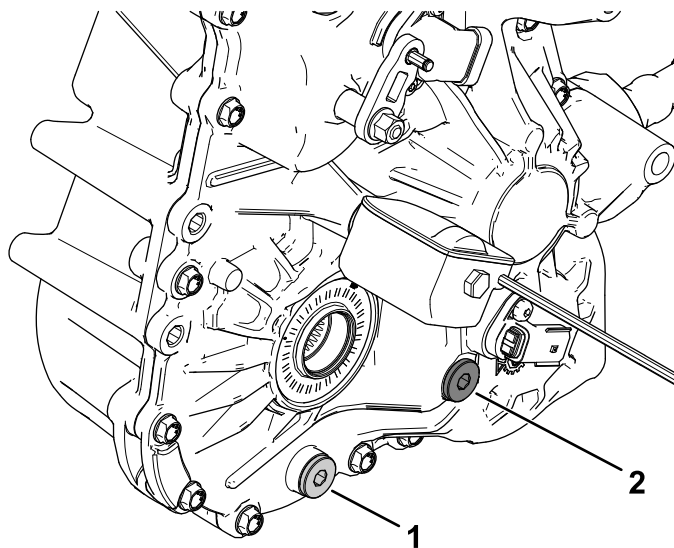

Figure 52
4. Enlevez le bouchon de remplissage de la boîte-pont (Figure 52).
5. Si le niveau de liquide est trop bas, enlevez le bouchon de remplissage et ajoutez le liquide spécifié jusqu'à ce qu'il ressorte par l'orifice (Figure 52).
1. Placez un bac de vidange sous le bouchon de vidange (Figure 52).
2. Retirez le bouchon de remplissage (Figure 52).
3. Enlevez le bouchon de vidange pour permettre à tout le liquide de s'écouler (Figure 52).